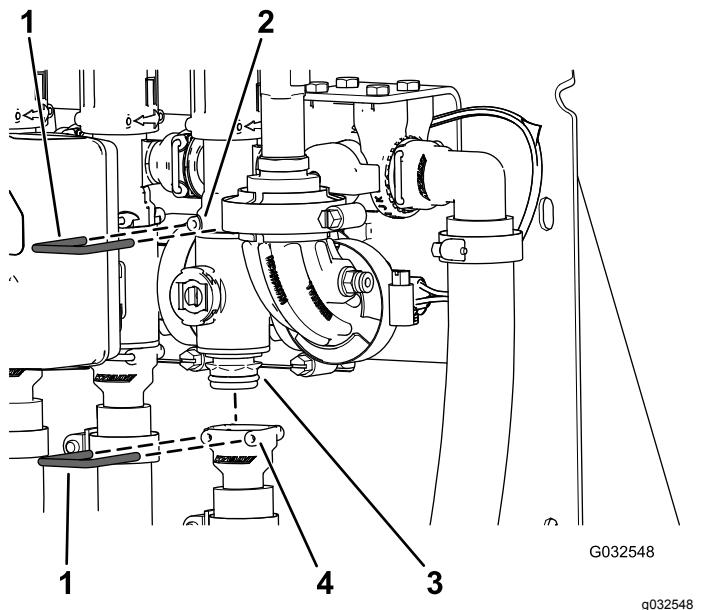

Figura 105
2. Retire la horquilla de retención que sujeta el distribuidor de la válvula de sección al acoplamiento de desvío (Figura 105).